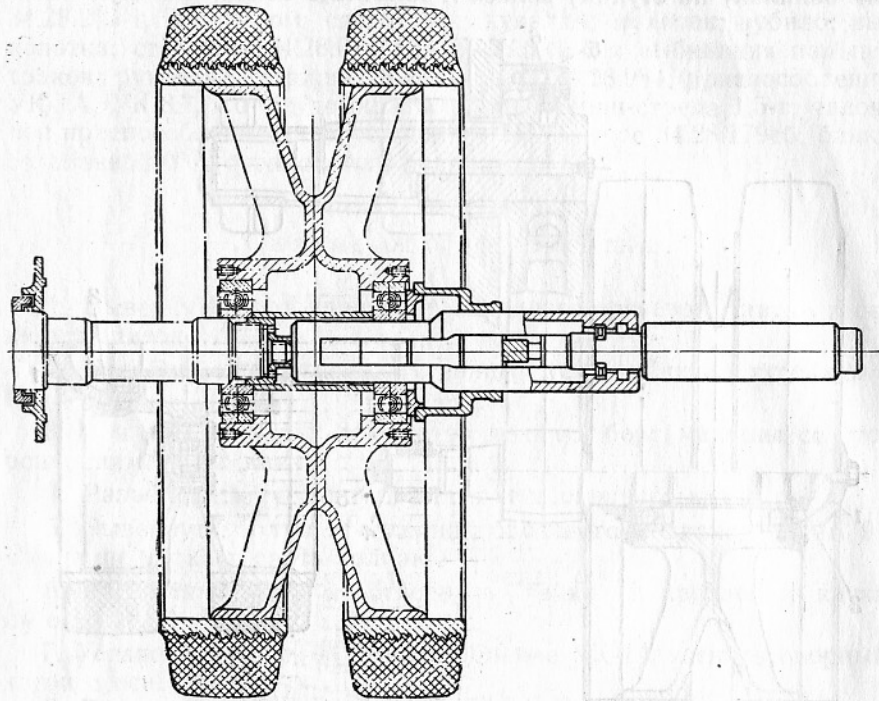

Рис. 10. Установка приспособления УК-8А для напрессовки опорного катка
4. Надеть каток на ось и установить (рис. 10) приспособление УК-8А.